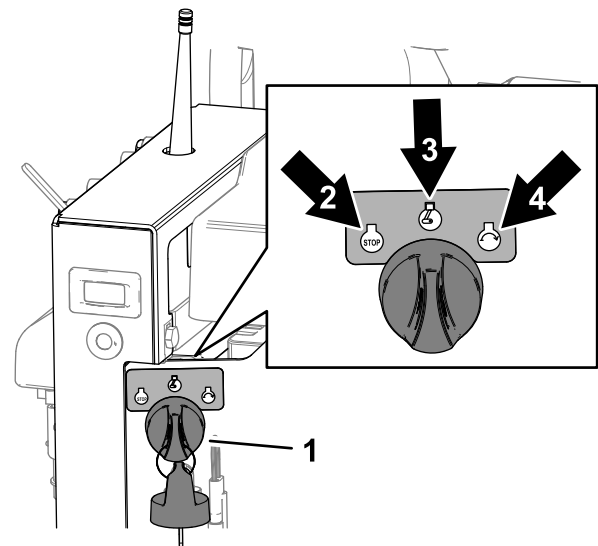

Figura 56
1. Rotii cheia în poziția OPRIT (Figura 56).